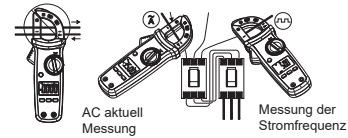

Abb. 2
1. Messung von Wechselstrom/Stromfrequenz (Abb. 2)